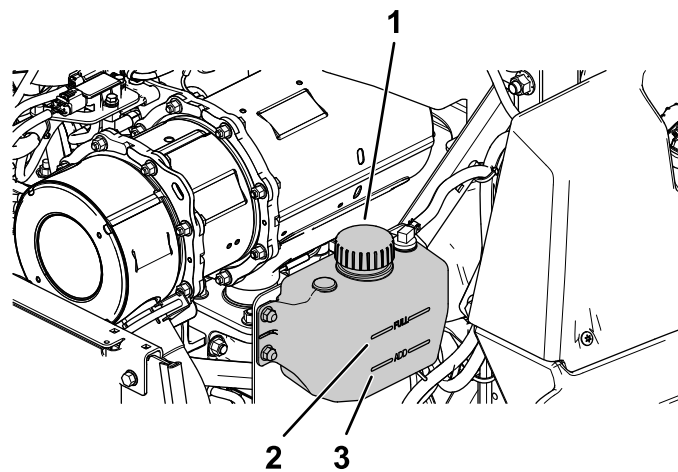

Figure 58
4. Vérifiez le niveau du liquide de refroidissement dans le vase d'expansion (Figure 58).
5. Si le niveau du liquide de refroidissement est trop bas, enlevez le bouchon du vase d'expansion et faites l'appoint de liquide spécifié (Figure 58).